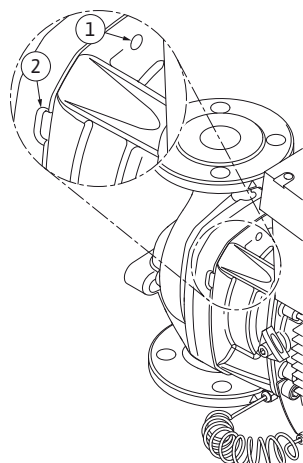

fig.46: Fori filettati e fessure per estrarre il set di innesto dal corpo pompa
13. Estrarre il set di innesto (vedi fig. 12) dal corpo pompa. A tale scopo si consiglia l'impiego di due fori filettati (fig. 46, pos. 1), soprattutto per allentare la sede. Avvitare nei fori filettati due viti adatte ad allentare la sede. Se il set di innesto è scorrevole, per estrarlo si possono utilizzare anche le fessure (fig. 46, pos. 2) tra corpo pompa e lanterna (a tale scopo puntare ad es. due cacciaviti e utilizzarli come leva). Dopo circa 15 mm di percorso di estrazione, il set di innesto non è più condotto all'interno del corpo pompa.